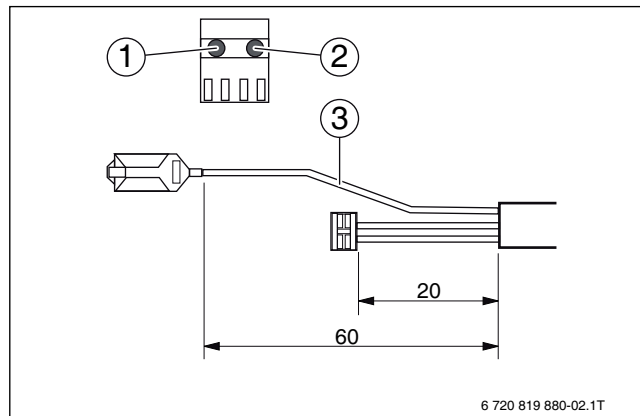

Рис. 19 Подключение насосов горячей воды и системы отопления
- ▶ Отсоедините провод запального электрода (→ Рис. 19, [1]).
- ▶ Снимите заднюю крышку блока управления (→ Рис. 19, [2]).
- ▶ Укоротите провода «фаза» и «ноль» таким образом, чтобы провод заземления был длиннее (→ рис. 19).
- ▶ С помощью обжимного инструмента закрепите коннектор насоса на проводах «фаза» и «ноль» (→ рис. 19).